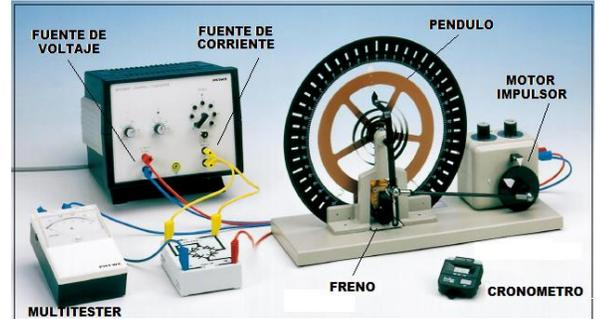

figura 1
El Péndulo de Pohl de la figura 1 permite estudiar las oscilaciones libres, amortiguadas y forzadas de baja frecuencia producidas mediante un péndulo de torsión. Un freno electromagnético simula diferentes medios viscosos. Un motor eléctrico suministra al oscilador un forzamiento externo periódico que permite observar los fenómenos de resonancia cuando la frecuencia impulsora se aproxima a la frecuencia natural del oscilador
- 1.- Armar el montaje de los equipos como muestra la figura 1